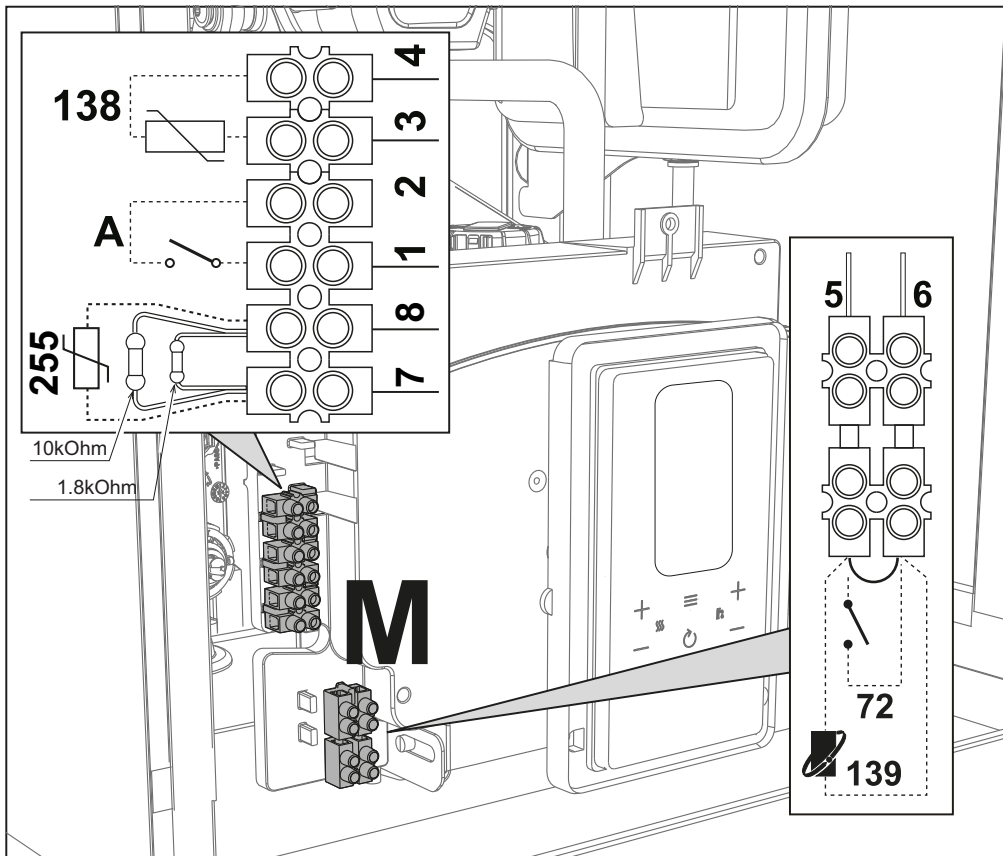
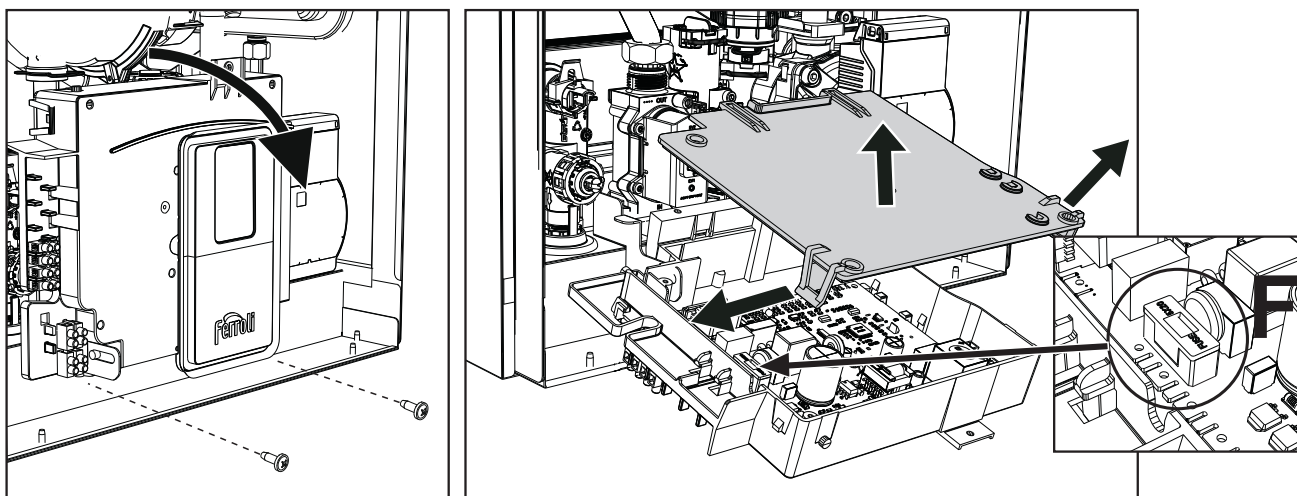

рис. 29
рис. 30
Электронная плата котла предназначена также для управления внешним бойлером для производства воды ГВС. Соединения труб системы отопления и ГВС должны быть выполнены в соответствии со схемой рис. 28. Выполните электрические подключения в соответствии с электрической схемой на рис. 77. Для этой цели необходимо использовать датчик температуры воды в бойлере (код 1KWMA11W (2м) или 043005XO (5м)), подключив его к клеммам 7-8 соединительной колодки котла **вместо** двух резисторов (рис.29). При следующем включении агрегата система управления опознает датчик бойлера и автоматически настраивается на работу с ним, вызывая активацию дисплея и устройств управления, необходимые для работы в режиме ГВС.
После снятия передней панели ("Открытие передней панели" на стр. 44) можно получить доступ к клеммным колодкам (M) и предохранителю (F), следуя инструкциям, описанным ниже (рис. 29 и рис. 30). Клеммы, указанные в рис. 29, должны иметь чистые контакты (не 230 В). Расположение зажимов и их назначение показаны также на электрической схеме на рис. 77.
Конфигурация выключателя ON/OFF (А рис. 29)